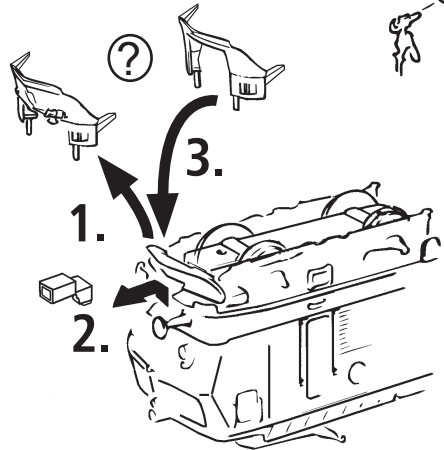

Fig. 4
3. Haftreifenwechsel: Zuerst die Drehgestellblende abnehmen (Fig. 4). Danach den **Radsatz** herausnehmen und die **Haftreifen** mit einer Nadel od. mit einem feinen Schraubendreher abziehen (Fig. 7). Beim Aufziehen der neuen Haftreifen darauf achten, dass diese sich nicht verdrehen.
3. Change of traction tyre: Remove the bogie blind (fig. 4). Take out **wheel set** and remove **traction tyre** using a pin or a fine screwdriver (fig. 7). When pressing on the new traction tyre please **avoid twisting it**.
3. Échange des bandages d'adhérence: Démontez d'abord **les flancs de bogies** des engrenages (fig. 4). Délogez ensuite les essieux bandagés et enlevez, à l'aide d'une aiguille ou d'un tourne vis fin, les bandages d'adhérence (fig. 7). Lors du montage des nouveaux bandages veuillez veiller à ce que les bandages **ne soient pas tordus**.